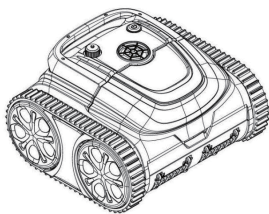
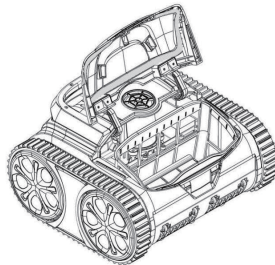

Figure 4-1
Figure 4-2
4.3.1 Sortez le boîtier de filtre: mettez le nettoyeur sur le rivage, ouvrez le couvercle à la main comme indiqué sur la figure (Figure 4-1), et le boîtier de filtre est illustré sur la figure (Figure 4-2).